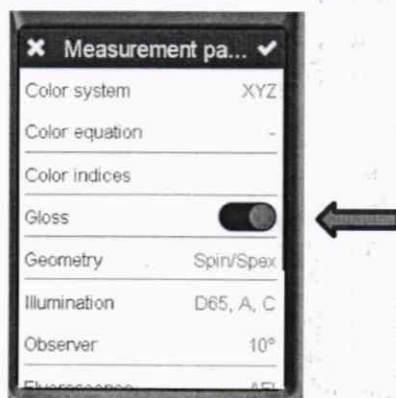

Рисунок 12
8.4.2.2 Нажмите значок [] (рисунок 3), откроется экран «Configuration» (рисунок 6), далее выберите строку «Measurement Parameters». В открывшемся меню выберите параметр «Gloss» (рисунок 12), подтвердите выбор, нажав на галочку в правом верхнем углу.